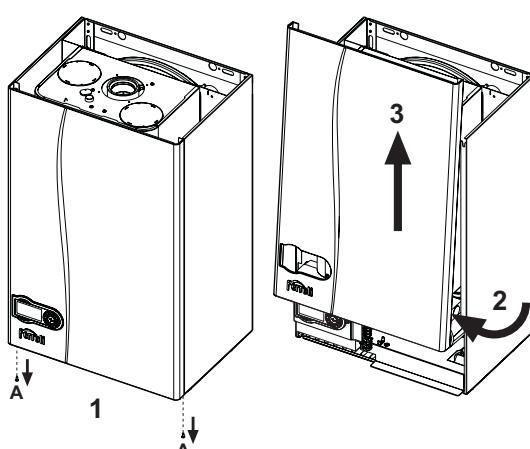

fig. 28 - Deschiderea carcasei
- Deșurubați șuruburile A (vezi fig. 28).
- Rotiți carcasa (vezi fig. 28).